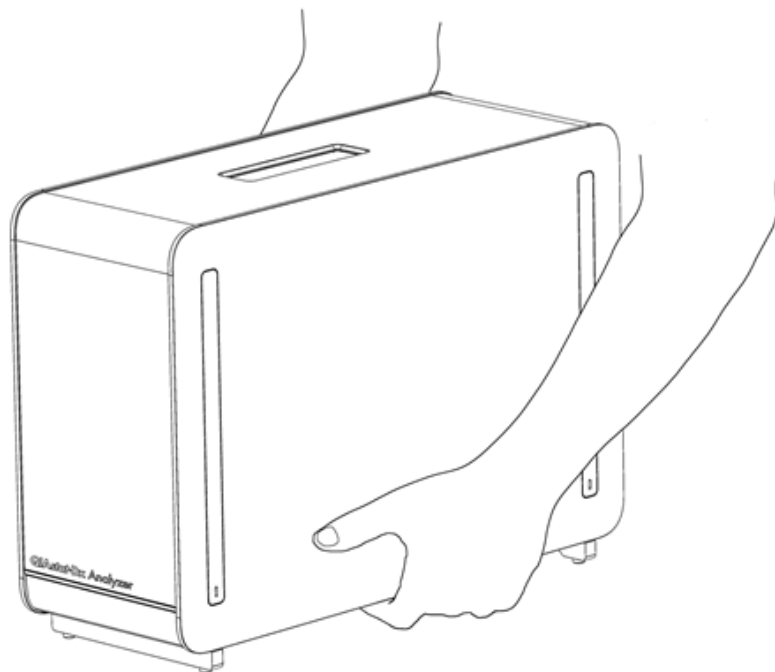

Figure 14. Manipulation correcte du module analytique.
**Remarque :** le module analytique doit être soulevé et manipulé à deux mains par la base, comme indiqué à la figure 14.